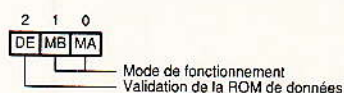

Figure 10 : le registre mode opération.
L'OMR ne possède que 3 bits et définit le mode de fonctionnement courant du DSP. C'est à dire le plan mémoire de programme et mémoire de données ainsi que la procédure utilisée pour son initialisation. Ces 3 bits ne sont affectés que par le reset du processeur et par les instructions référençant directement l'OMR. Pendant le reset, les bits MB et MA sont chargés par l'état des pattes A et B sélectionnant par hard le mode de fonctionnement du DSP. Le bit de validation de la ROM de données interne (DE) est mis à 0 afin de la rendre inactive. Le contenu du registre mode opération est indiqué figure 10.